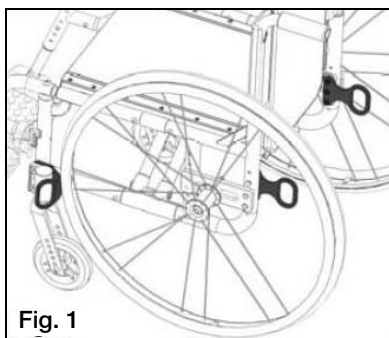

Fig. 1
- Adjunte sujetadores para sillas de ruedas a los cuatro puntos de sujeción (dos frontales, dos traseros) en la silla de ruedas Rogue ALX / Little Wave con la Opción de Tránsito (Fig. 1), de acuerdo con las instrucciones de la silla de reudas de sujeción del fabricante y RESNA WC-4:2012, Sección 18 o ISO 10542-1:2012 - Parte 1.